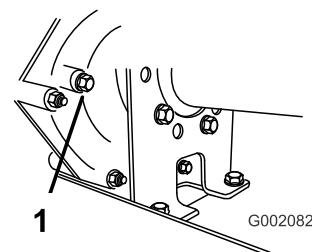

Figura 55
2. Rimuovete il bullone dal foro indicatore di livello (Figura 55).